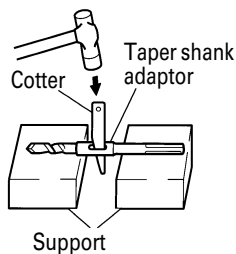

Fig. 10
(2) Mettre l'appareil sous tension et percer un trou de base.
(3) Après avoir retiré la poussière avec une seringue, fixer le mandrin à la pointe du sabot et l'enfoncer dans le sabot avec un marteau.
(4) Pour retirer la mèche à queue conique, insérer une clavette dans la fente du raccord de queue conique et frapper sur la clavette avec un marteau. (Fig. 10)